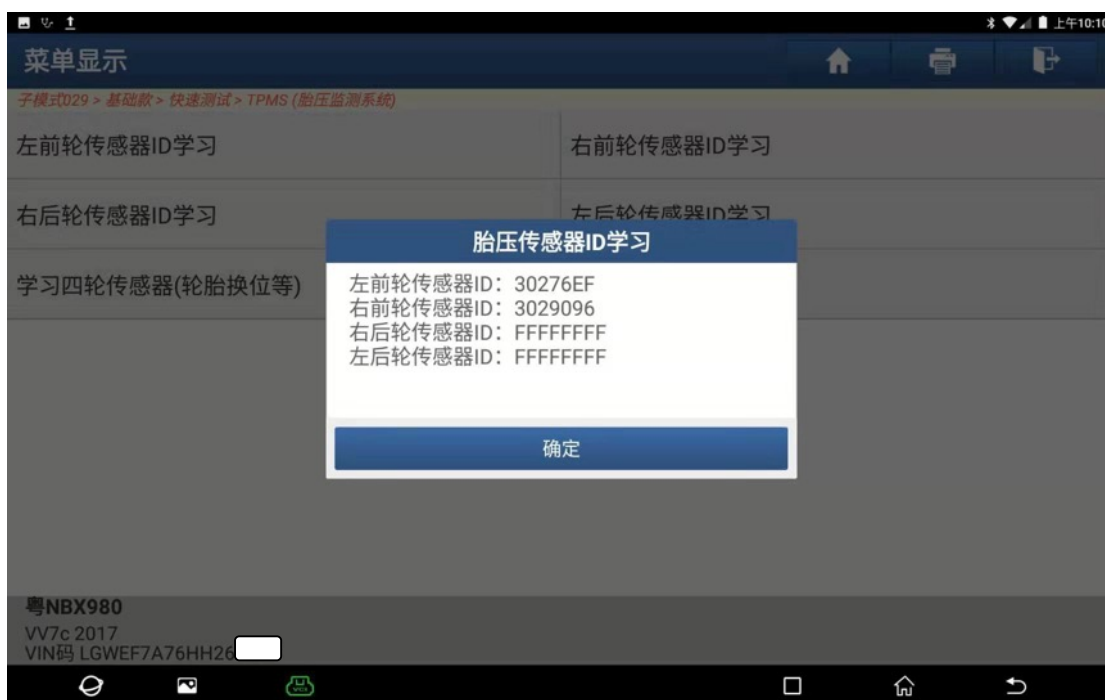

图 16
16). 左前、右前传感器 ID 学习成功, 剩余两个传感器未学习, 点“确定”, 如图 16: